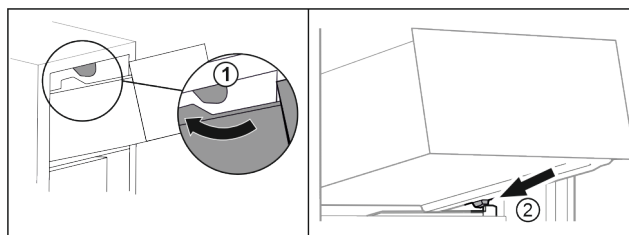

Fig. 94
- Predal speljite okrog zgornjih zaustavljalnikov. Fig. 94 (1)
- Predal postavite v poševnem položaju za spodnjimi zaustavljalniki na nastavek za posodo. Fig. 94 (2)